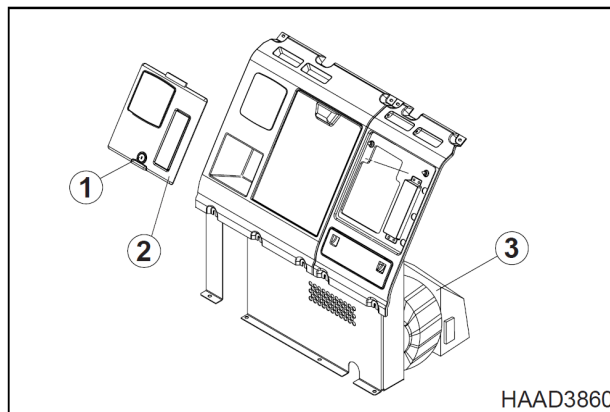

Рис. 2
1. Поверните ключ в цилиндре (1, рис. 2), чтобы открыть крышку (2, рис. 2), расположенную позади сиденья оператора.
3. Снять крышку (2, рис. 2) задней коробки.
4. Снять крышку фильтра (3, рис. 2) с блока кондиционера воздуха.